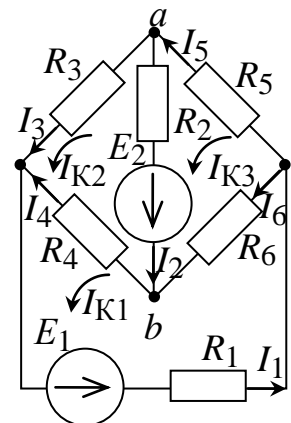

Рис. 1.15
**Задача 2.** Определить токи и составить баланс мощностей для схемы на рис. 1.15, рассчитать ток в ветви  $ab$  методом эквивалентного генератора и напряжение между точками  $a$  и  $b$  для исходной схемы. Дано:  $E_1 = 42 \text{ В}$ ,  $E_2 = 24 \text{ В}$ ,  $R_1 = R_2 = 2 \text{ Ом}$ ,  $R_3 = R_4 = 4 \text{ Ом}$ ,  $R_5 = R_6 = 6 \text{ Ом}$ .
Схема содержит шесть ветвей ( $m = 6$ ) и четыре узла ( $n = 4$ ). Число уравнений составляемых по методу контурных токов, равно  $m - (n - 1) = 3$ . Зададим произвольное направление контурных токов  $I_{K1}$ ,  $I_{K2}$ ,  $I_{K3}$ , как показано на рис. 1.15. Составим систему уравнений методом контурных токов